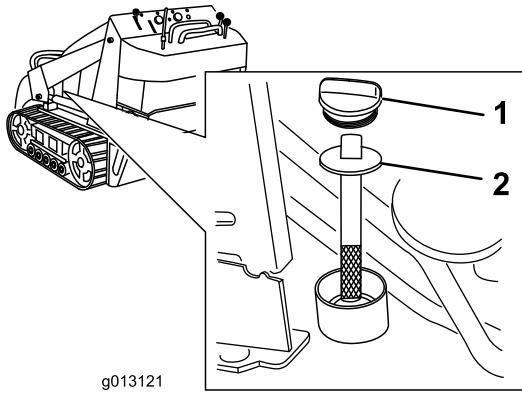

Рисунок 56
- Снимите крышку бака с гидравлической жидкостью и извлеките мерный щуп (Рисунок 56).